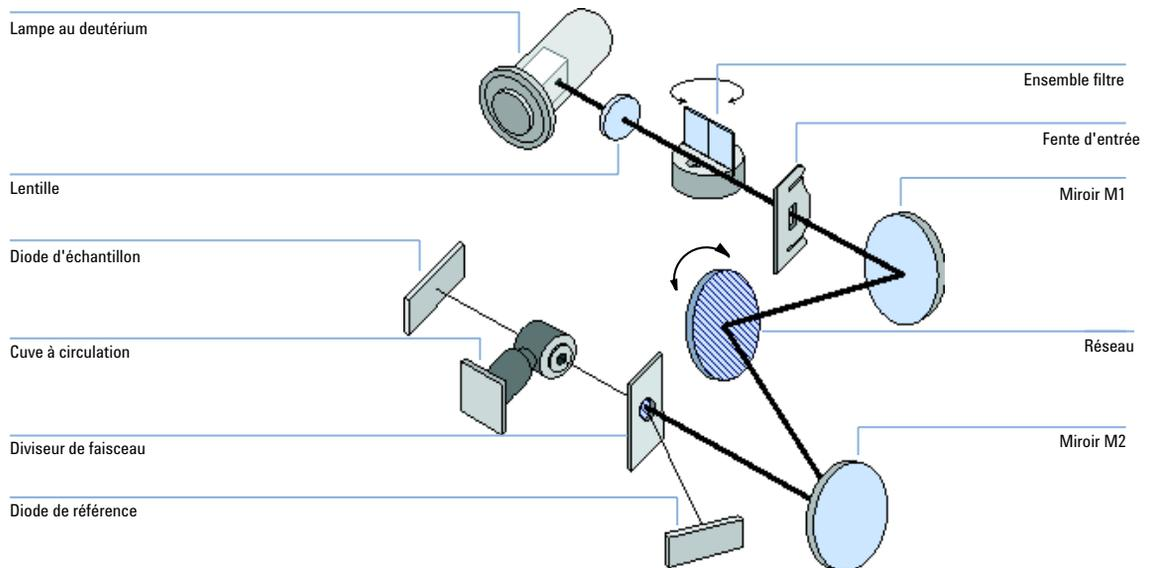

Figure 1 Trajet optique du détecteur à longueur d'onde variable
Le système optique du détecteur est illustré à la Figure 1, page 10. Sa source de radiation est une lampe deutérium pour la gamme de longueurs d'onde d'ultraviolets (UV) comprise entre 190 et 600 nm. Le faisceau lumineux provenant de la lampe deutérium passe au travers d'une lentille, d'un ensemble filtre (en position Aucune, Coupure ou Oxyde d'holmium), une fente d'entrée, un miroir sphérique (M1), un réseau, un second miroir sphérique (M2), un diviseur de faisceau et, finalement, une cuve à circulation vers la diode d'échantillon. Le flux au travers de la cuve à circulation est absorbé en fonction des solutions dans la cellule où l'absorption a lieu, puis l'intensité est convertie en un signal électrique au moyen d'une photodiode d'échantillon. Une partie de la lumière est dirigée vers la photodiode de référence par le diviseur de faisceau, afin d'obtenir un signal de référence pour compenser la fluctuation d'intensité de la source lumineuse. Une fente placée devant la photodiode de référence coupe la lumière de la bande passante d'échantillon. La sélection de longueur d'onde se fait par rotation du réseau, sous le contrôle d'un moteur pas à pas. Cette configuration se prête à un changement rapide de la longueur d'onde. Le filtre de coupure est déplacé dans le faisceau lumineux au-dessus de 370 nm pour réduire la lumière d'ordre supérieure.